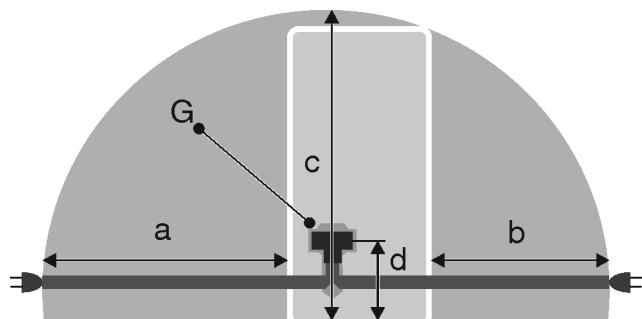

Fig. 22 Combinaciones de frigorífico y congelador / congeladores / compartimentos BioFresh con plena capacidad
- La caja de enchufe no está situada detrás del aparato, sino en las zonas a o b Fig. 22 (a, b, c).
- ▶ Inserte el enchufe Fig. 22 (G) del aparato en la parte trasera del mismo. Asegúrese de que encaje correctamente.